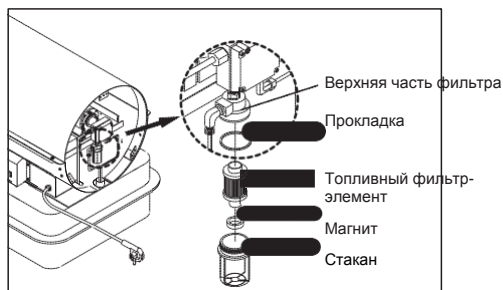

Рис. 14. Топливный фильтр
- Снять топливный фильтр, прокладку, магнит (рисунок 14).